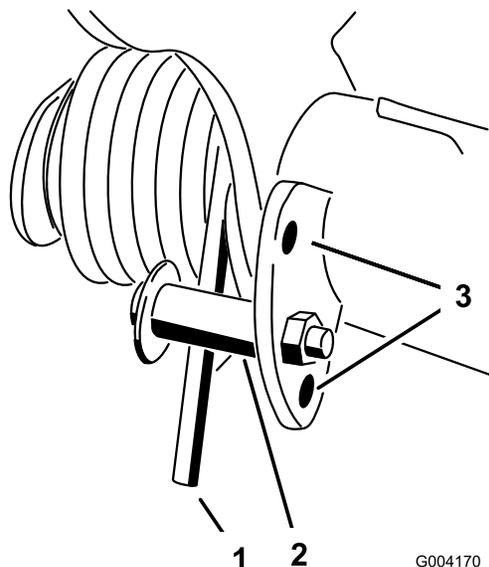

Figura 42
2. Infilate un tubo o un oggetto simile sull'estremità della molla lunga al fine di allentare la tensione della molla durante la messa a punto (Figura 42).
3. Mentre allentate la tensione della molla, togliete il bullone e il dado di bloccaggio che fissano l'attuatore della molla alla staffa (Figura 42).